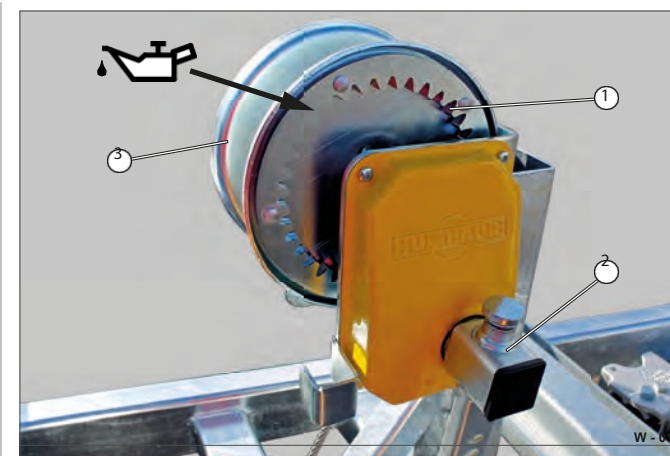

Fig. 16 Kontroll/smörjning av kabelvinschen
- Kontrollera att de kuggade segmenten (Fig. 16/1) inte är skadade.